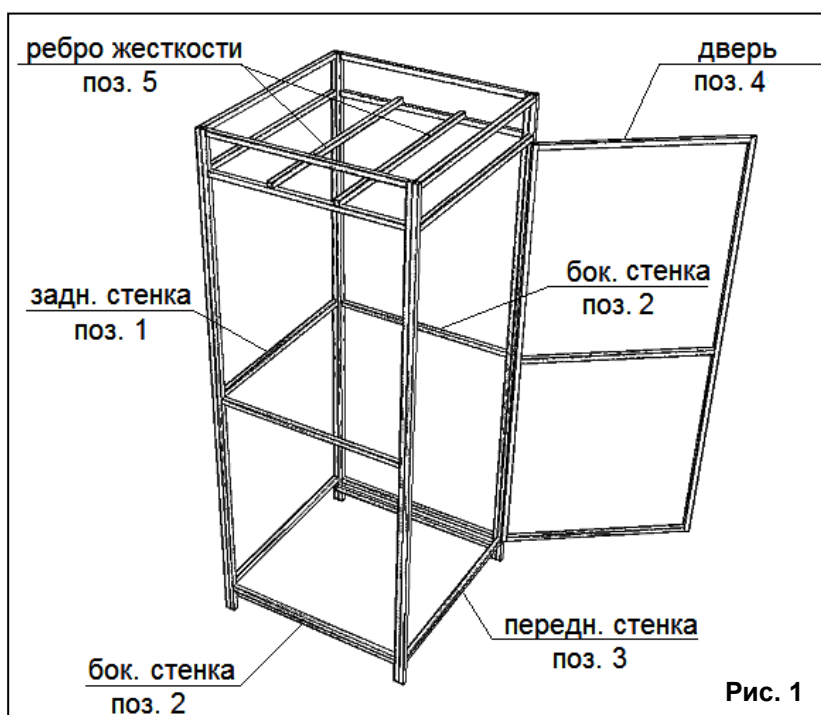

Рис. 1
1. Соедините между собой боковые стенки душа с задней и передней стенками болтами М6х50 мм (рис. 1).